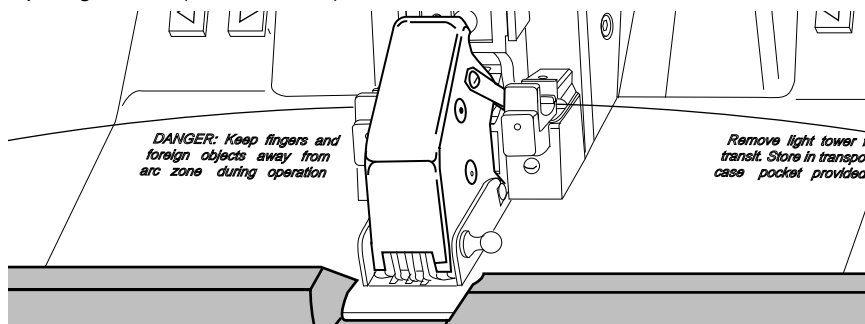

Abbildung 14
4.7 Schließen Sie vorsichtig die Beleuchtungseinheit, und schalten Sie das Spleißgerät ein (siehe Abb. 14).